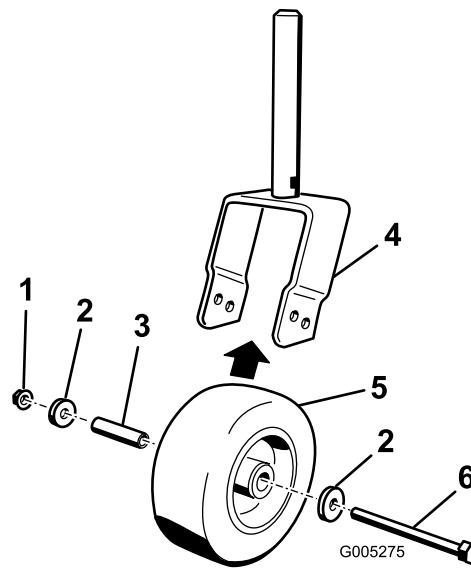

Figura 18
- Retire a porca de bloqueio do parafuso que fixa o conjunto da roda e anilhas, na respectiva forquilha (Figura 18). Segure na roda giratória e deslize o parafuso para fora da forquilha. Retire a vara de ligação da roda do interior do conjunto do pneu.